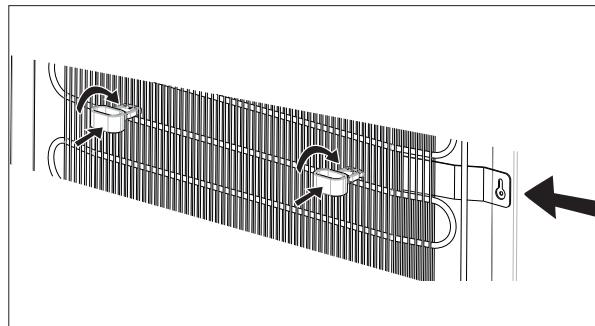

Abb. 21
- ▶ Montieren Sie die beiden Abstandhalter (17) in Höhe des oberen Befestigungsblechs (siehe Pfeil rechts in Abb. 21) auf der Geräterückseite an den Kühlrippen.
- ▶ Stecken Sie jeweils den Abstandshalter (17) in vertikaler Position bis zur Aussparung mit der Kennzeichnung **T** zwischen zwei Kühlrippen und drehen Sie ihn, wie in Abb. 21 dargestellt, um 90° in die horizontale Position. So wird die direkte Berührung des Kondensators mit der Wand verhindert.
- ▶ Richten Sie das Gerät waagerecht aus, indem Sie Unebenheiten des Bodens durch entsprechendes Einschrauben der Gerätefüße (6) ausgleichen.